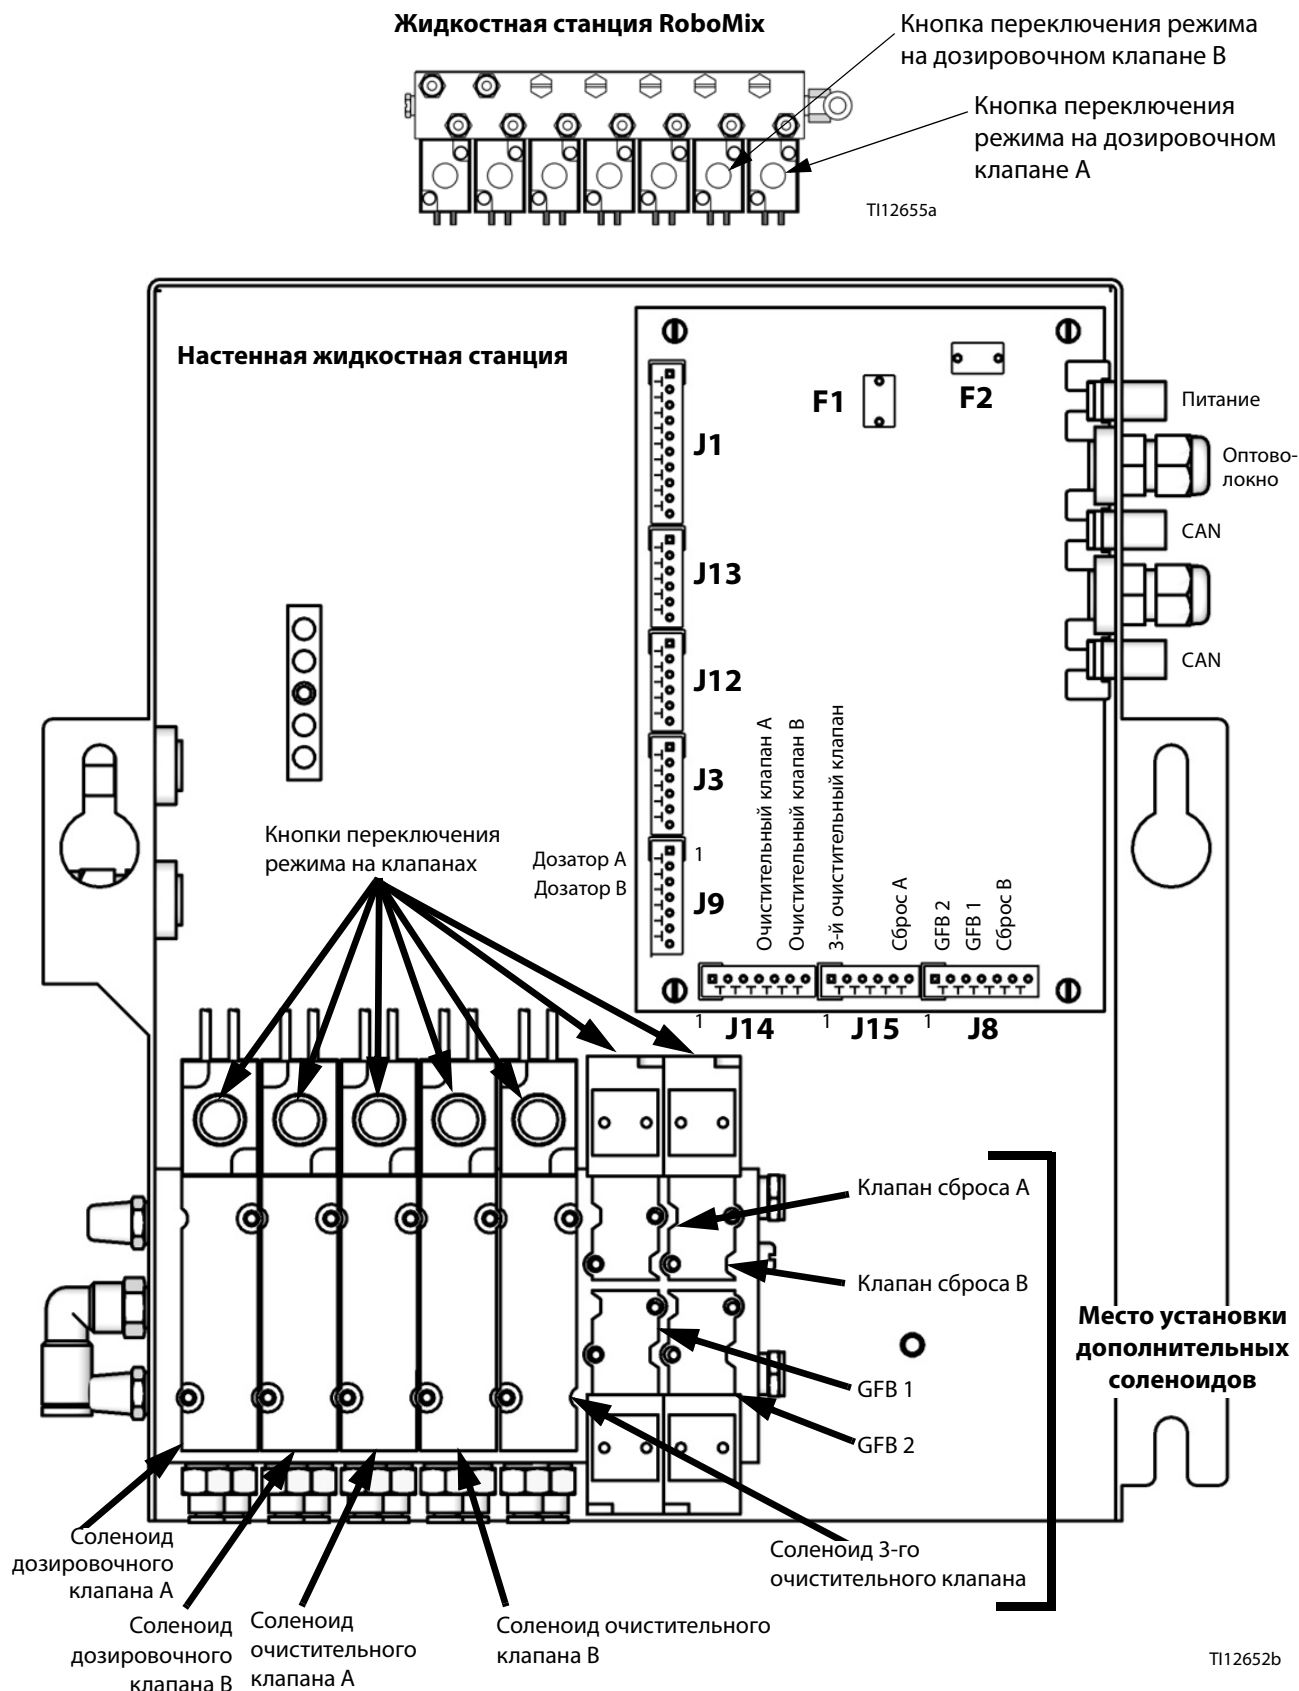

Рис. 117. Жидкостные соленоиды
2. Чтобы сбросить давление, нажмите курок пистолета, а затем нажмите кнопку перехода в ручной режим на соленоидах дозирующих клапанов А и В. См. Рис. 117.
5. Чтобы сбросить давление воздуха и растворителя, нажмите курок пистолета, а затем нажмите кнопку перехода в ручной режим на соленоидах клапанов очистки А и В. См. Рис. 117. Удостоверьтесь в том, что давление растворителя упало до 0.
3. Нажмите и удерживайте кнопку переключения режима на соленоидном клапане сброса А, Рис. 117.
5. Нажмите и удерживайте кнопку переключения режима на соленоидном клапане сброса В, Рис. 117.
7. Нажмите и удерживайте кнопку переключения режима на соленоидном клапане сброса А, Рис. 117.
9. Нажмите и удерживайте кнопку переключения режима на соленоидном клапане сброса В, Рис. 117.
- Снимите крышку жидкостной станции для получения доступа к соленоидным клапанам. См. Рис. 117, стр. 108.